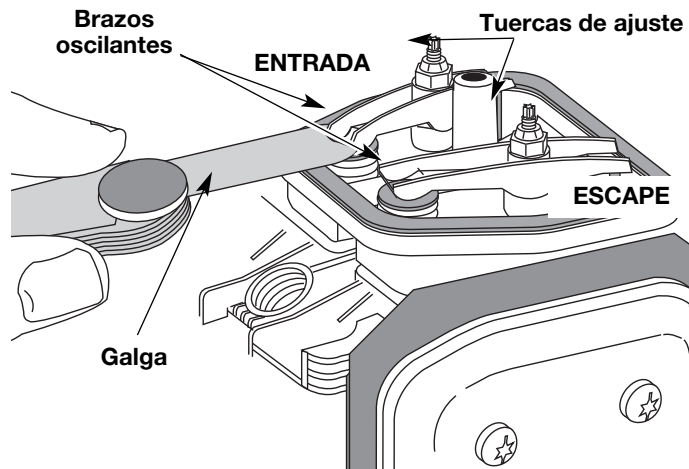

Figure 40
9. Deslice la galga entre el brazo oscilante y el resorte de retorno de la válvula. Mida el huelgo entre el vástago de la válvula y el brazo oscilante (Fig. 40). Realice esto en las válvulas de entrada y de escape
El huelgo recomendado para las válvulas de entrada y de escape es .003 – .006 pulgadas (.076 – 0.152 mm). Use un calibrador regular de automóvil de .005 pulgadas (0.127 mm). El calibrador debe deslizarse entre el balancín y el vástago de la válvula con una ligera cantidad de resistencia, sin doblarse (Fig. 40).